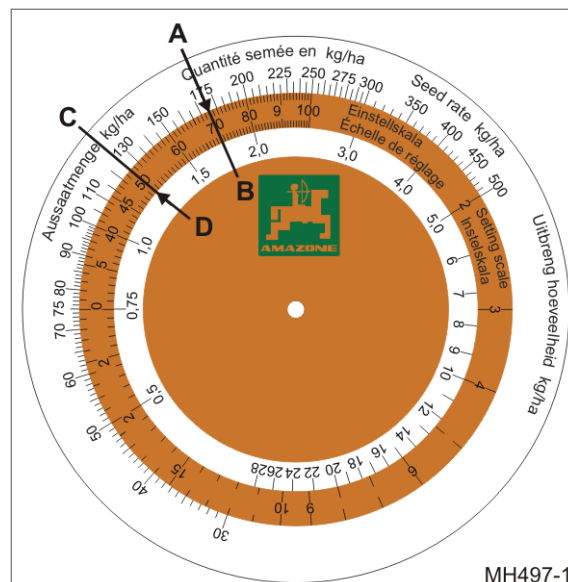

Рис. 200
- o рассчитанная норма внесения 175 кг/га (Рис. 200/A)
- o положение редуктора 70 (Рис. 200/B)
2. Считайте положение редуктора для требуемой нормы внесения (125 кг/га) (Рис. 200/C) на счётном диске.
- положение редуктора 50 (Рис. 200/D).